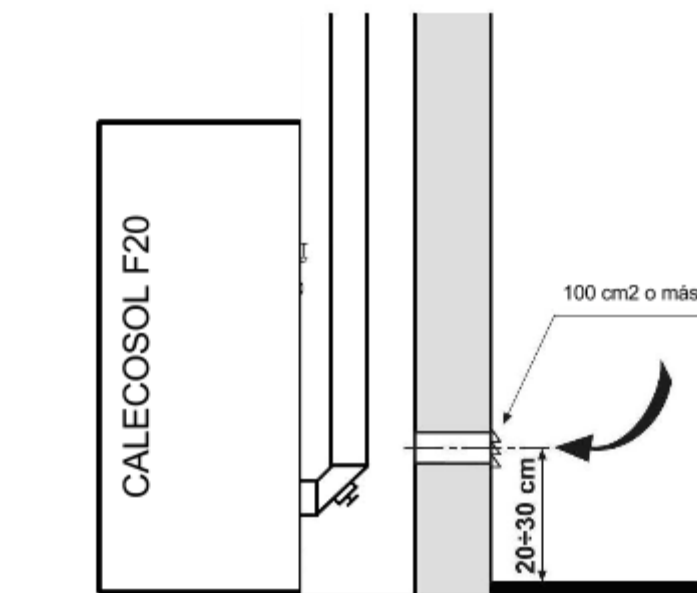

Figura 6.: Dimensiones mínimas para rejillas de ventilación
3.4 COMBUSTIÓN SUMINISTRO DE AIRE (Figura 6)